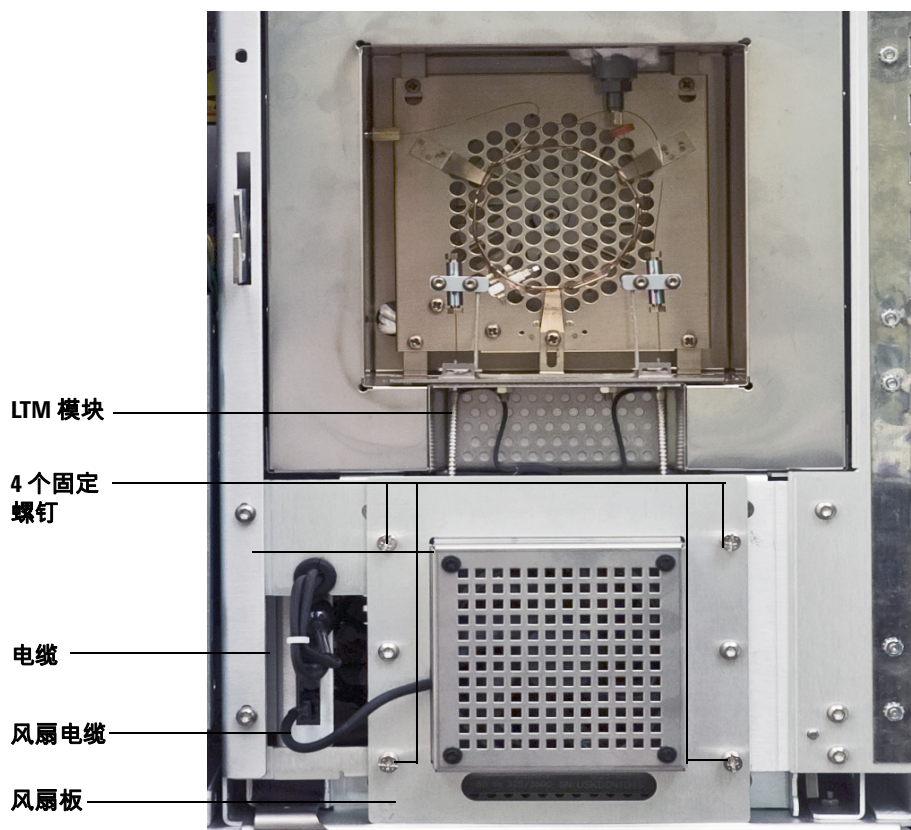

图 12 安装在 5975T 上的 LTM 模块
- 7 拧下风扇板外侧周围 4 的四个固定螺钉。请参见图 12。